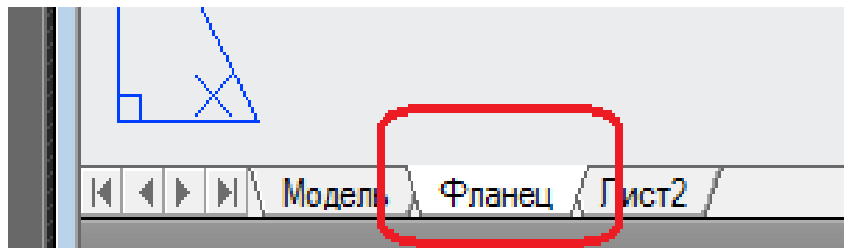

Рисунок 6.7
2.1. Переименовать Лист 1 во "Фланец" (рис. 6.7).